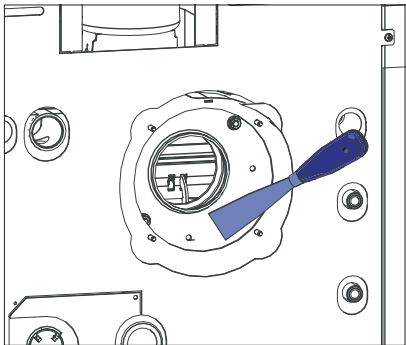

Fig. 64 Nettoyer l'intérieur du caisson de ventilateur
- Nettoyer entièrement l'intérieur du caisson du ventilateur – Fig. 64.